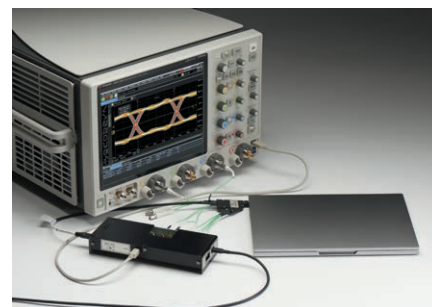

図5. N7015A/N7016A Type-Cテストフィクスチャ。
- Type-C N7015A/N7016Aテスト・ポイント・アダプター用テストフィクスチャ(図5)